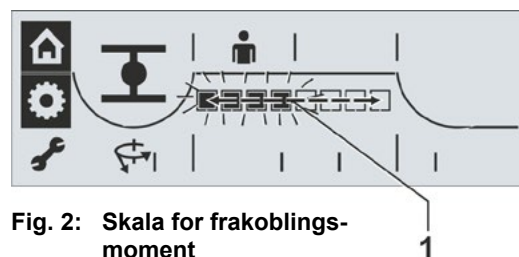

Fig. 2: Skala for frakoblingsmoment
- Bekræft, tryk på Drive Controller. Symbolet for frakoblingsmoment (1) i yderstillingen LUK (2) vises og blinker sammen med skalaen (4) med indstillingsområdet fra 30 til 100 %. Segmenterne (sorte firkanter) (3) viser den aktuelle indstilling, hvor et segment står for et trin på 10 %. Dermed viser illustrationen til højre, at det indstillede frakoblingsmoment er 60 % af det maksimale moment.
- Drej Drive Controller for at ændre indstillingen (ved aktuatorklasse A og B: 30 % – 100 %, ved aktuatorklasse C: 50 % – 100 %). Indstillingsværdier pr. trin, se tabellen ovenfor. Skalaen (fig. 2, pos. 1) viser ændringen.